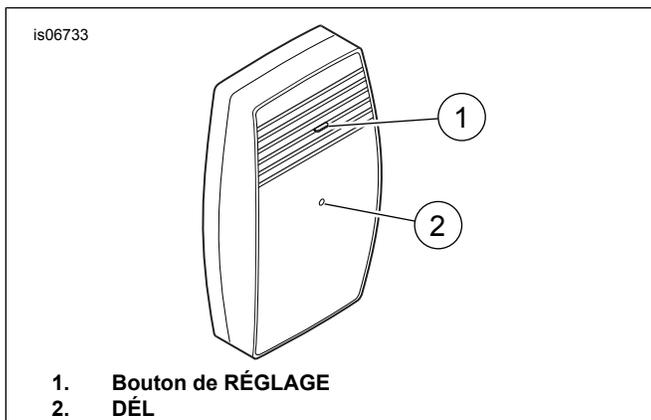

Figure 33. Récepteur de l'ouvre-porte de garage, vue de devant
4. Voir Figure 33. Maintenir enfoncé le bouton de réglage (1) sur le **récepteur** d'ouvre-porte de garage Harley-Davidson. La DÉL (2) sur le récepteur clignote en continu lorsque le bouton de réglage est enfoncé.